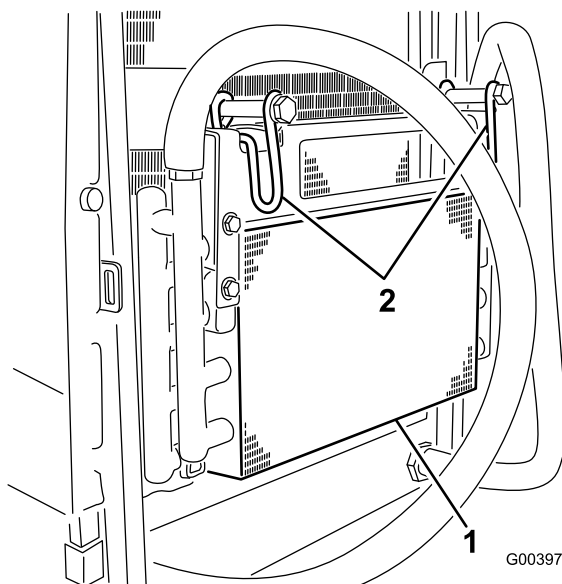

Рисунок 64
5. Поверните защелки внутрь, чтобы освободить маслоохладитель (Рисунок 64).